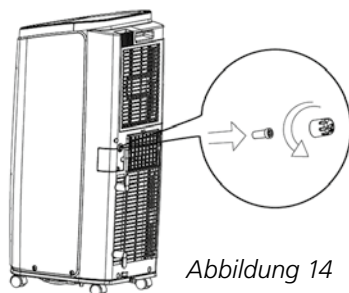

Abbildung 14
- 1 Entfernen Sie an der Rückseite des Geräts die Kondenswasserkappe, indem Sie diese linksherum drehen und nehmen Sie die Gummikappe aus dem Ablass (siehe Abbildung 14).